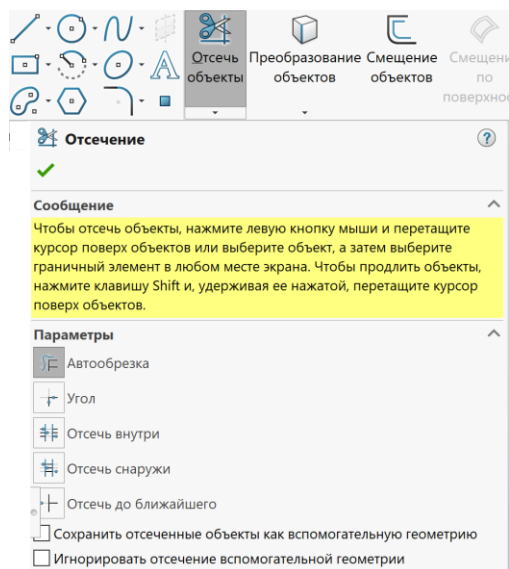
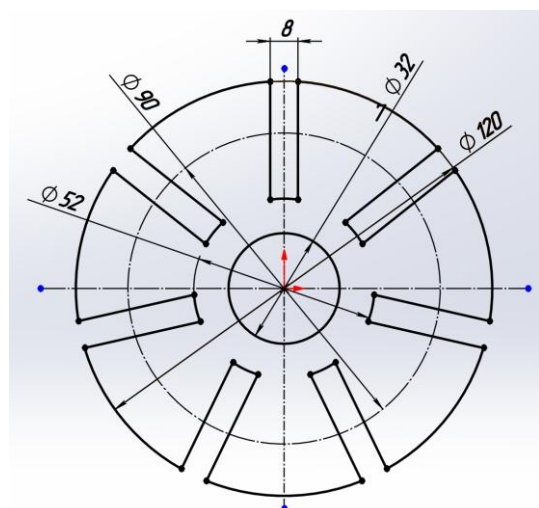

Рисунок 2.13 – Відсікти об'єкти
Рисунок 2.14 –Отриманий результат
9. Відсікаємо зайві лінії за допомогою інструменту **Відсікти об'єкти** (рис. 2.13). Затиснувши ліву кнопку миші, тягнемо скрізь контур, який потрібно видалити. Результат видалення (рис. 2.14).